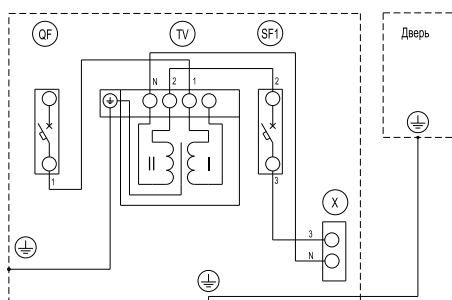

Рисунок 1 – Схема электрическая ящика ЯТП-0,25 230/24-2 УХЛ2 IP54
6.1.6 Присоединить зачищенные жилы подводящих проводников согласно электрической схеме (рисунок 1).